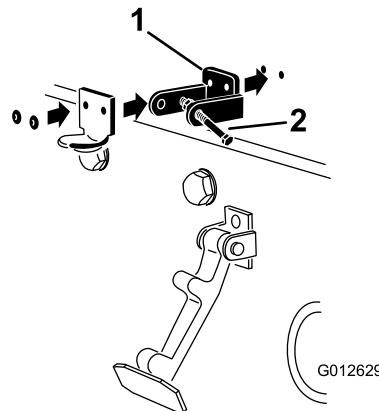

Figura 33
- Mentre allineate i fori di montaggio, posizionate la staffa di bloccaggio CE e la staffa del fermo del cofano sul cofano. La staffa di bloccaggio deve essere contro il cofano (Figura 33). Non rimuovete il gruppo dado e bullone dal braccio della staffa di bloccaggio.
- Rivettate le staffe e le rondelle al cofano (Figura 33).